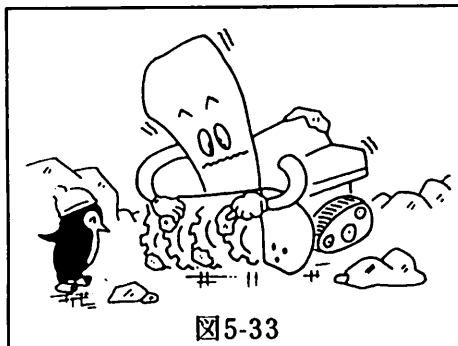

図5-33
1. オーガケース内とブロウ部分の雪や氷などを丁寧に取り除いてください。(図5-33参照)